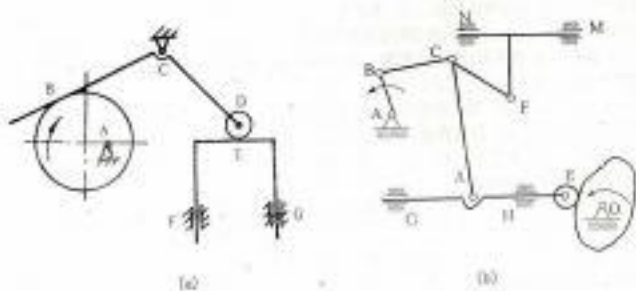

图1
1. 试计算图1所示机构的自由度, 并判定该机构是否具有确定的运动规律, 若有复合铰链, 局部自由度, 虚约束, 应具体指出。(每题8分, 共16分)